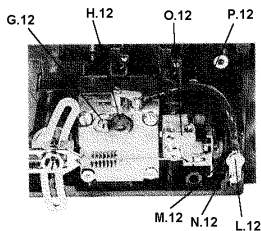

Fig.12
6.6 Omkeren van de werking. (fig.12)